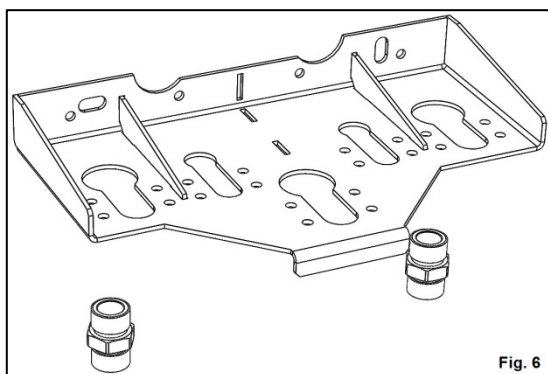
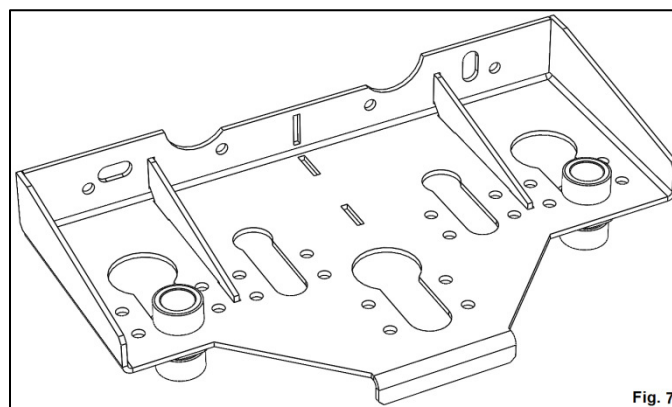

Fig. 6
Fig. 7
5. Se pozitioneaza racordurile F, pe placa P , in pozitia indicata in Fig. 7, prin introducerea tronsonului superior in gaurile din placa (Fig. 6), si deplasarea de-a lungul decuparii.